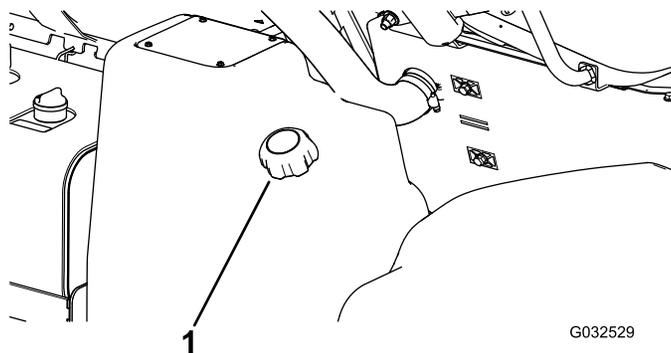

Рисунок 40
2. Произведите очистку поверхности вокруг крышки топливного бака (**Рисунок 40**).